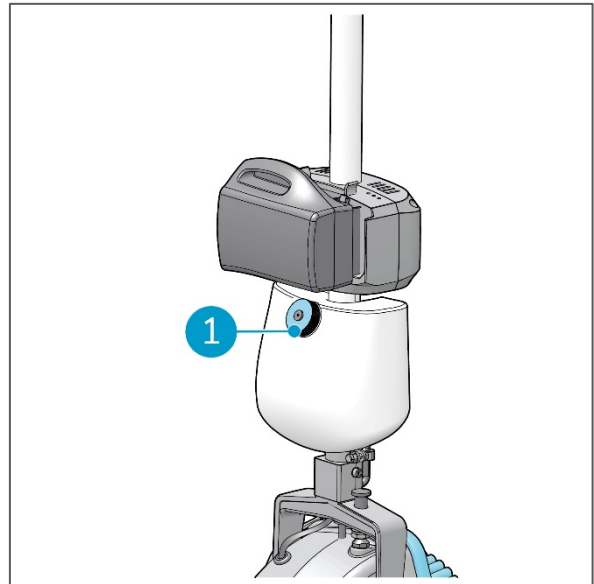

Figura 19
2. Rimuovere il tappo del serbatoio (Figura 19, pos 1).